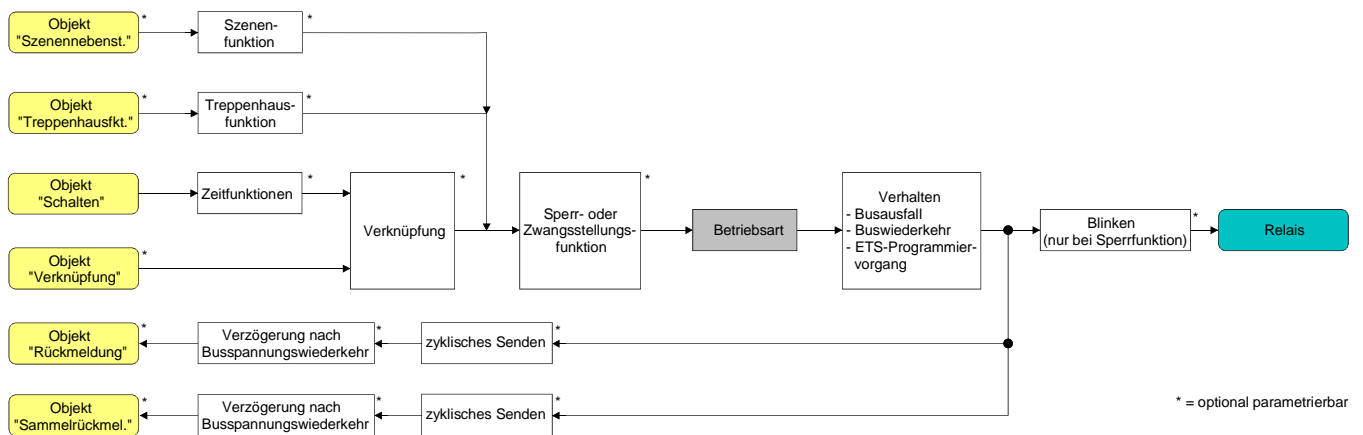

Bild 6: Funktionsschaltbild "Betriebsart"
- ❏ Der logische Schaltzustand ("ein - 1" oder "aus - 0") wird durch das Kommunikationsobjekt "schalten" eingestellt und durch die Funktionen beeinflusst, die optional aktiviert werden können (z. B. Zeit-/Treppenhausfunktionen, Verknüpfungen, Sperr-/Zwangsfunktionen, Szenen – vgl. Bild 6).